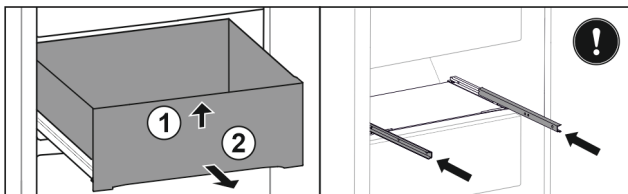

Fig. 34\*
- ▶ Ridicați sertarul față Fig. 34 (1).\*
- ▶ Extrageți spre înainte Fig. 34 (2).\*